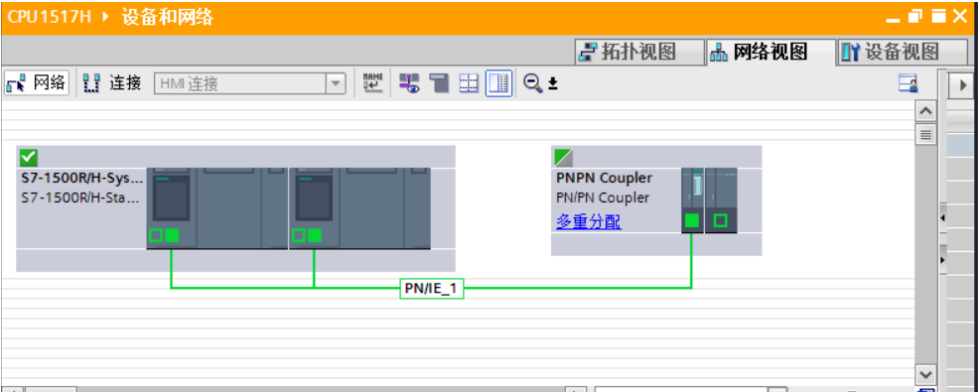
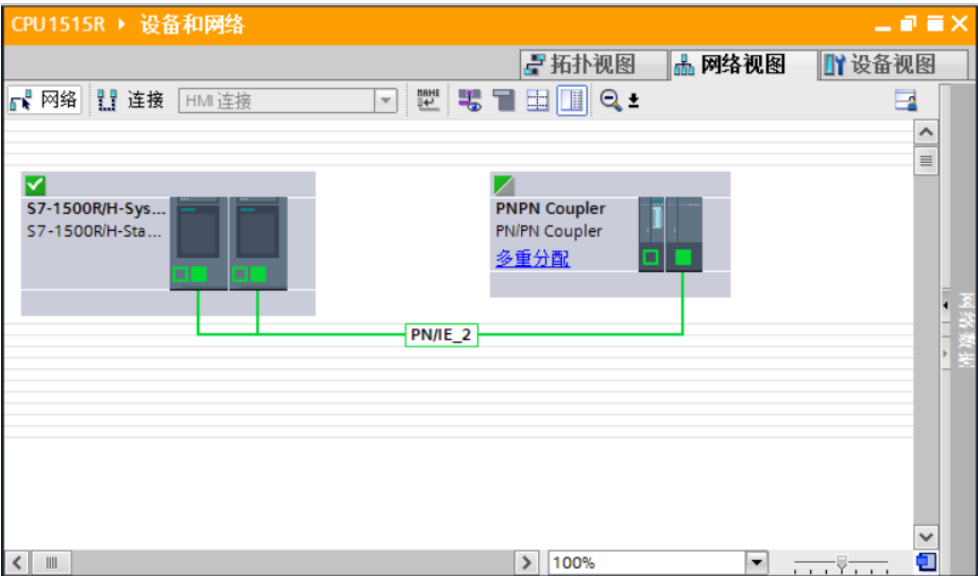

图 2-27 CPU1517H 在线状态
图 2-28 CPU1515R 在线状态
- 1) TIA Portal 软件中将两个项目转至在线，显示两个冗余系统与 PN/PN Coupler 通信正常，如图 2-27，图 2-28。